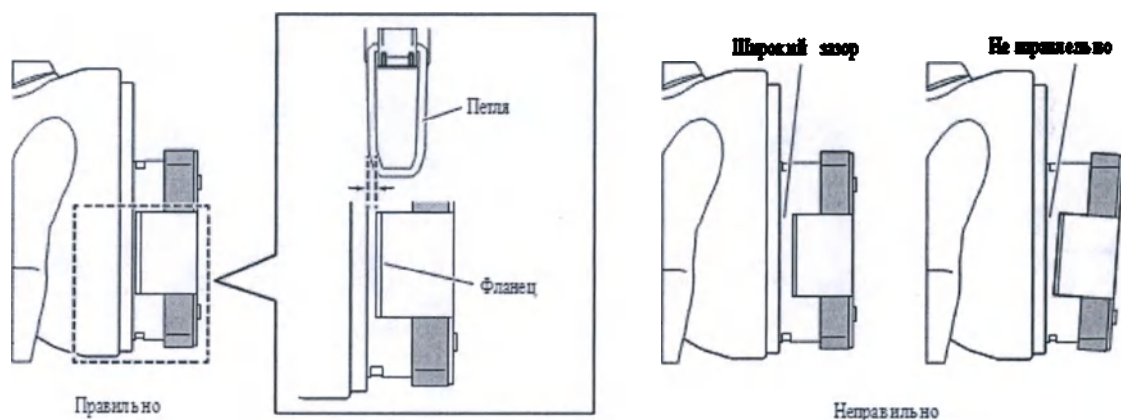

Рис. 1.16
- Тщательно прижмите резиновую крышку параллельно плоскости разъема сканера. При неплотной фиксации она может утратить водонепроницаемость. Убедитесь, что фланец резиновой крышки расположен параллельно плоскости разъема ультразвукового сканера и зазор меньше ширины петли зажима, как показано на Рис. 1.16.